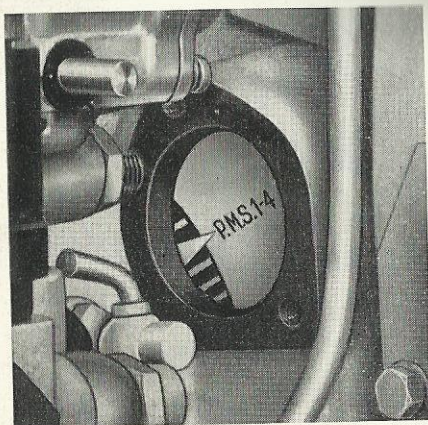

Fig. 22. - Repère sur le volant indiquant le P.M.H. des pistons N. 1 et 4.
- Faire virer le vilebrequin à la manivelle de dotation, jusqu'à ce que l'entaille de repère prévue sur le volant et marquée P.M.S. 1-4, coïncide avec l'index fixé au carter (fig. 22); dans cette position les pistons des cylindres n. 1 et 4 se trouvent au point mort haut, l'un en phase de compression et l'autre à la fin de la phase d'échappement et au début de celle d'admission.